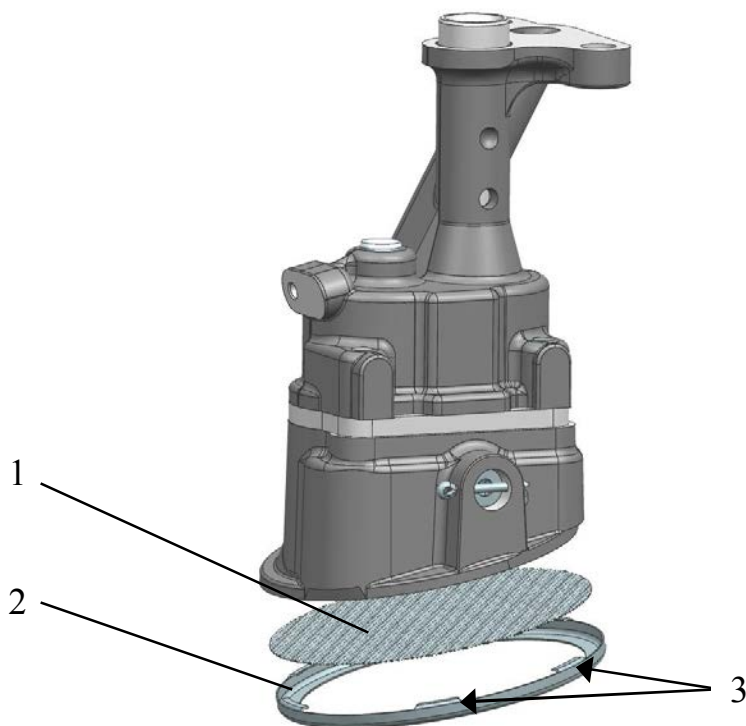

Рис.100. Снятие каркаса с сеткой с приемного патрубка масляного насоса:
– отогнуть усы каркаса сетки, снять каркас и сетку (рис.100);